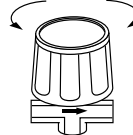

Figure 7
9. Après approximativement 30 minutes, déplacer le levier du déchargement à la position chargée et tourner le bouton du régulateur au sens des aiguilles d'une montre (Voir Figure 7). Le compresseur pompera de l'air dans le réservoir.